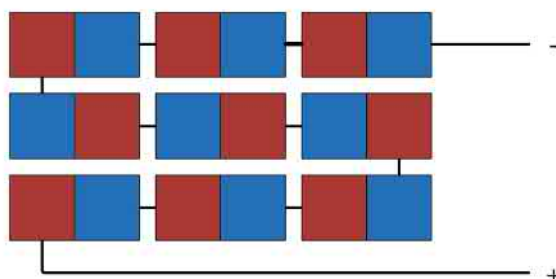

Рис. 11.5. Элемент Пельтье
*Элементы Пельтье* (рис. 11.5) обладают очень полезным свойством — когда через них пропускается ток, одна сторона элемента становится более горячей, а другая — более холодной.